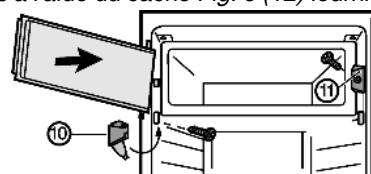

Fig. 7\*
- Monter l'élément de fermeture Fig. 7 (11).\*
- Monter le support d'appui Fig. 7 (10) et fermer le cache.\*